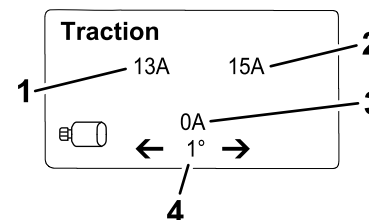

Bild 23
- **Fahrinformationsbildschirm (Bild 23):** Zeigt den aktuellen Lenkwinkel und den Amperewert für jeden Fahrmotor an.